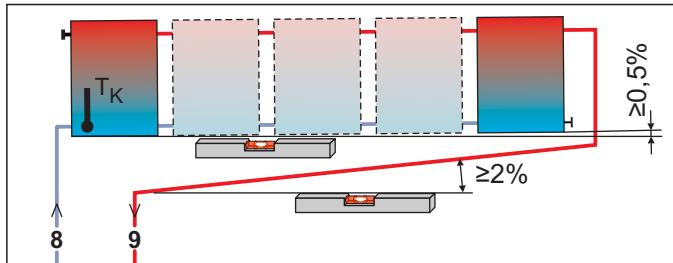
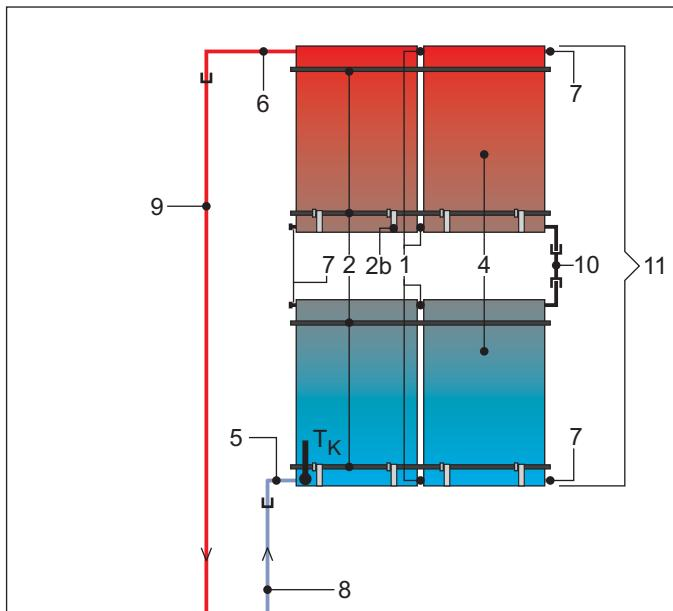
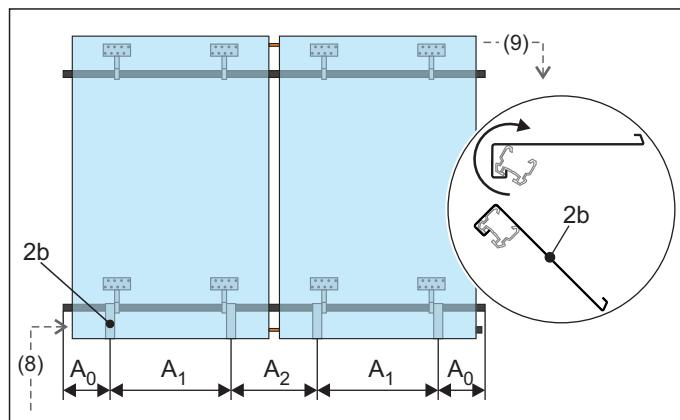

Bild 4-1 Wechselseitig angeschlossenes Solar-Kollektorfeld (empfohlen)
Bild 4-3 Alternative Solar-Kollektoranordnung
Bild 4-8 Arbeitsschritt 1: Ausrichtung der Sicherungshaken
Alternativ zu der in dieser Anleitung beschriebenen reinen Parallelschaltung der Solar-Kollektoren können bei Bedarf maximal 3 Kollektorreihen auch übereinander montiert werden. Übereinander liegende Kollektoren bzw. Kollektorfelder müssen in Reihe geschaltet werden (Bild 4-3).
Tab. 4-1 Legende zu Bild 4-1 bis Bild 4-3 und Bild 4-8
- Vorlauf-Verbindungsleitung (VA15 Solar) ist oben und Rücklauf-Verbindungsleitung (VA18 Solar) ist unten an den Kollektor anzuschließen (siehe Bild 4-1 bis Bild 4-3 und Bild 4-8).
1. Kollektorsicherungshaken in die Führungsnuß des unteren Montageprofils einhängen und nach unten kippen. Die Sicherungshaken lassen sich nach dem Einhängen in seitlicher Richtung verschieben (siehe Bild 4-8 und Tab. 4-3).